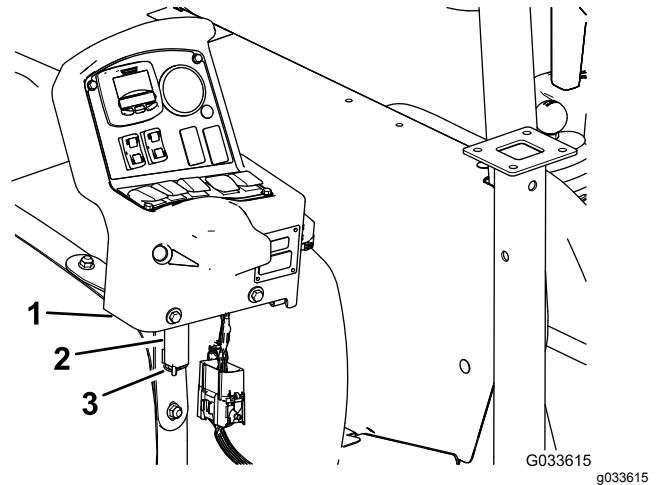

図 132
7. 車両のダッシュボードで、コンソール取り付けブラケットからコンソールを外し、コンソールのピボットピンを、タンクの前ベルトについている保管ブラケットにセットする **図 132**; **コントロールコンソールを機体に取り付ける (ページ 19)**を参照。
8. ブラケットにコンソールを組み付け、ピボットピンをブラケットに入れてヘアピンで固定する (**図 132**)。